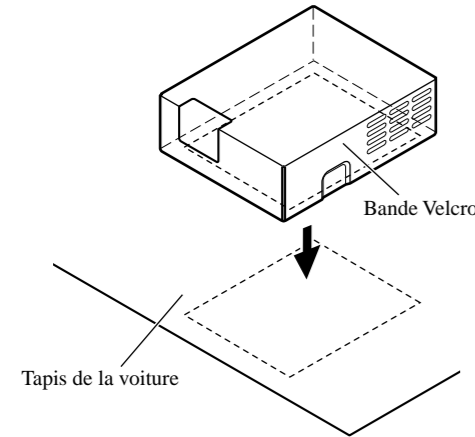

Fig. 12
**Installation du boîtier d'alimentation (Fig. 12)**